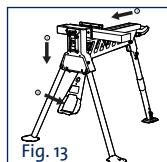

Fig. 13
1. Placez la pièce à travailler contre la mâchoire avant fixe (1). Faites glisser la mâchoire de serrage (2) vers le haut contre la pièce à travailler. La mâchoire de serrage peut être déplacée à la main ou en utilisant la pédale à pied.
2. Glissez la manette de Verrouillage/Déverrouillage vers le bas pour enclencher le verrou. Appuyez sur la pédale à pied pour serrer la pièce. Voir Fig. 13.